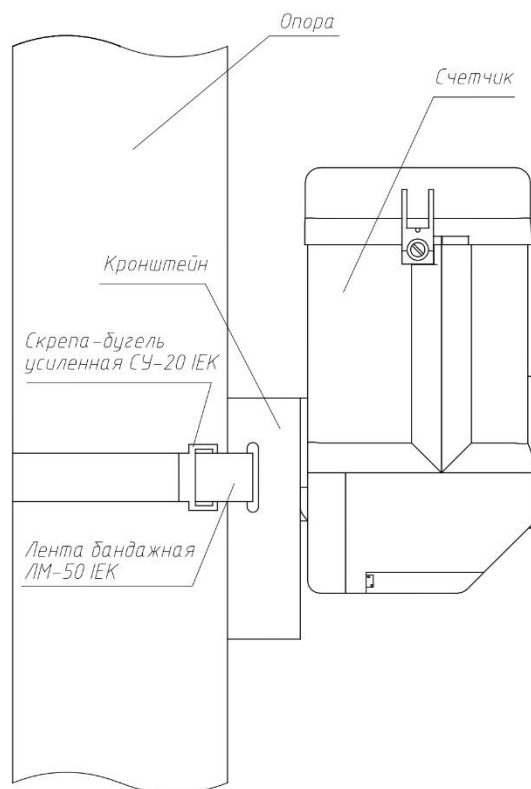

Рисунок 3 – Установка счётчика на опору
5) Предусмотреть запас проводов СИП (вход/выход на счетчике) длиной (100 – 150) мм для дальнейшего обслуживания счетчика (протяжка винтов и т.д.). Обязательно зафиксировать провода СИП атмосферостойким хомутом перед счетчиком вдоль опоры ВЛ-0,4 кВ (рисунок 3).
б) Провода СИП подключить к линии ВЛ-0,4 кВ с помощью прокалывающих зажимов (проколов). Скрутка проводов строго запрещена! Обязательно место контакта зачистить от пыли, пленок, окислов и смазать токопроводящей кварце-вазелиновой пастой (например, ПКВ). Обязательно зафиксировать провод СИП атмосферостойким хомутом, например, ИЕК ХС-180 (УНН21-D6-180-100), перед зажимом вдоль линии ВЛ-0,4 кВ (рисунок 3).